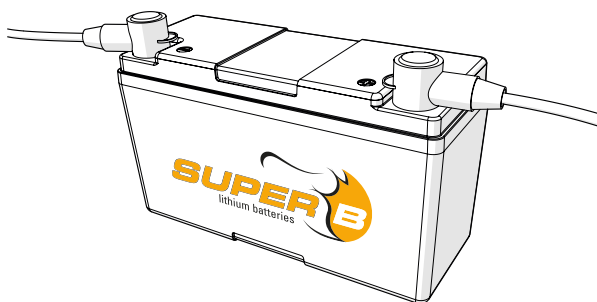

Figura 5. Posizionare i copriterminali sui terminali.
- 4. Posizionare i copriterminali sui terminali. (Figura 5).